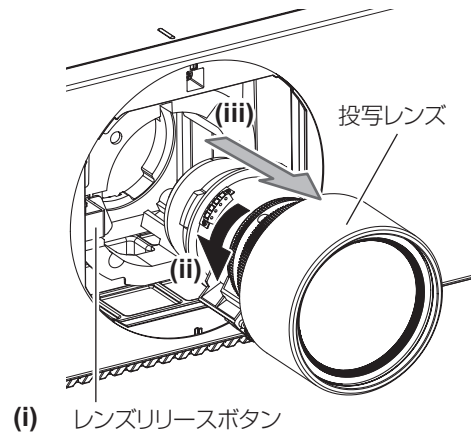

図2
- 2) レンズリリースボタンを押しながら反時計方向に投写レンズを回しきり、投写レンズを取り出す（図 2）